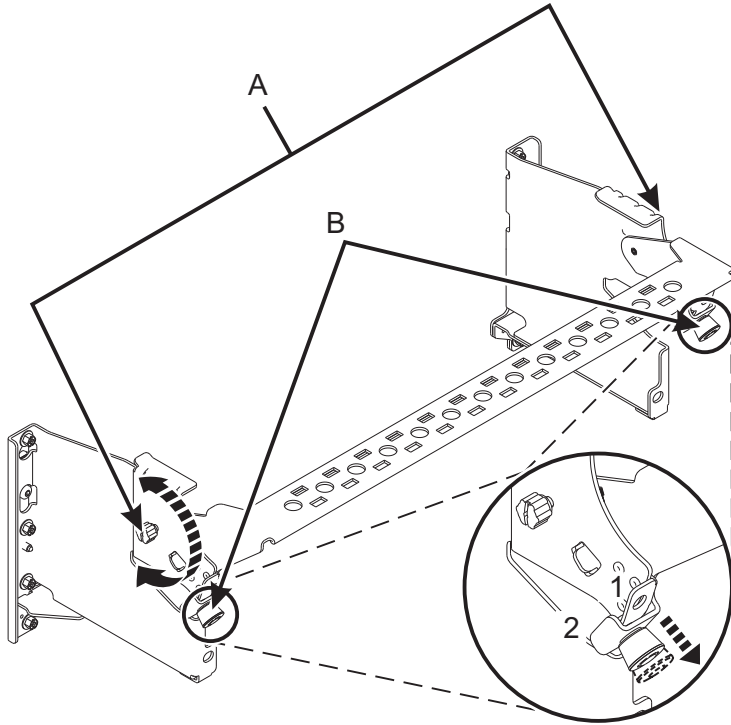

Figura 12. Colocación de la abrazadera portacables en posición operativa
6. Ponga la abrazadera portacables en posición operativa. Consulte la Figura 12 en la página 12.